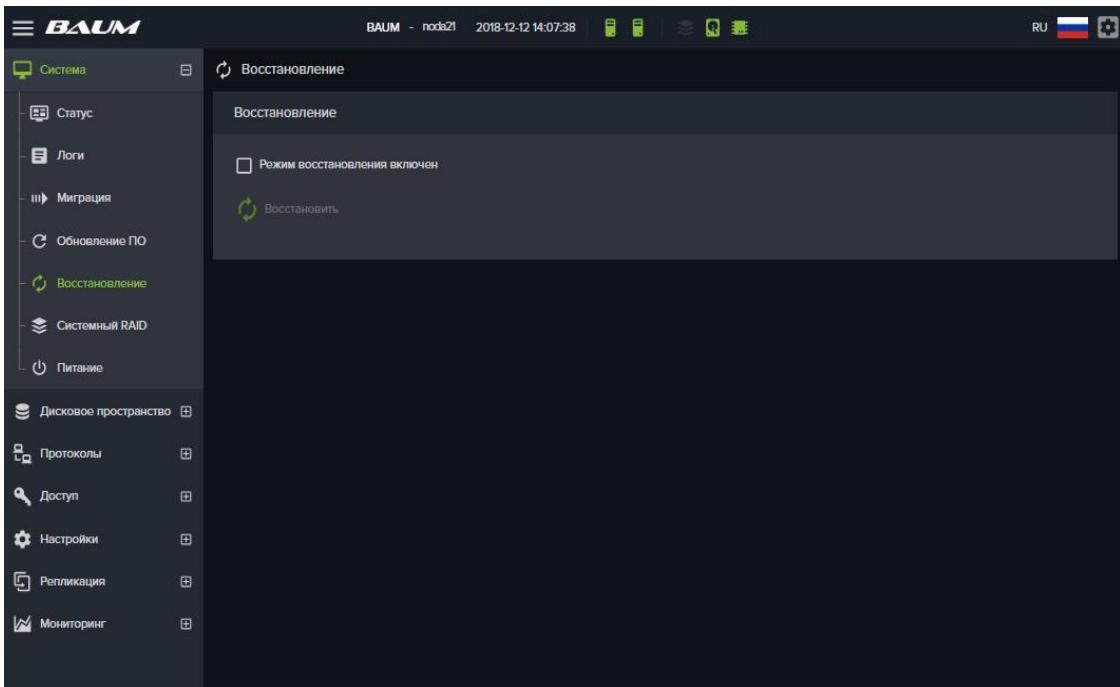

Рисунок 142. Окно меню Восстановление
4. На исправном контроллере перейдите в меню «**Система**» - «**Восстановление**» см. Рисунок 142;